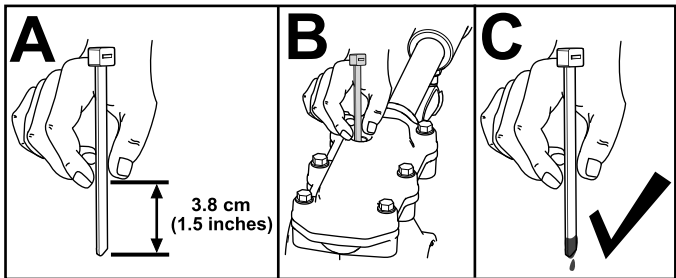

Figura 34
3. Verifique o nível de óleo utilizando um dispositivo de medição adequado, como uma abraçadeira limpa. O óleo deve estar a aproximadamente 3,8 cm abaixo da abertura do tubo de enchimento (Figura 34).